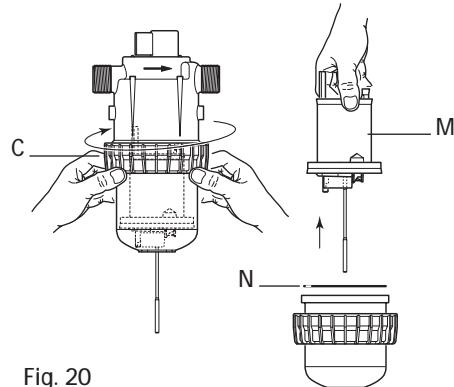

Fig. 20
- De grote bevestigingsring van het pomphuis met de hand losdraaien (Fig. 20-C) en deze weghalen.
- De motor uit het onderste gedeelte van het pomphuis halen door de motor zachtjes naar boven te trekken (Fig. 20-M).
- Verwissel de zuigermotor en zet alles in omgekeerde volgorde weer in elkaar, te beginnen met de motor, die voorzichtig, zonder de lippen van de motor te beschadigen, weer in het pomphuis gezet moet worden. Daarvoor de motor eerst deels in het onderste pomphuis schuiven (Fig. 10 Stap ①) en vervolgens deels in het bovenste pomphuis schuiven (Fig. 10 Stap ②). Daarbij erop letten dat U de grote dichting (Fig. 20-N) niet beschadigt.
- Het geheel aanschuiven en de grote (Fig. 20-N) bevestigingsring van het pomphuis met **de hand** weer vastdraaien.